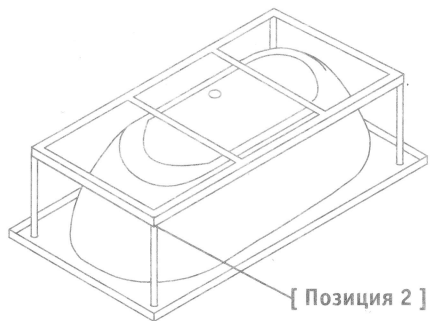

Рис. 1
1. Перевернуть ванну вверх дном, положить на мягкую подстилку. По схеме расположить раму (рис. 1) на дне ванной, обеспечив равномерный зазор.
3. Установить стойки на раму ванной (рис. 1), прикрутив стойку к раме гайкой M12 (позиция 2).